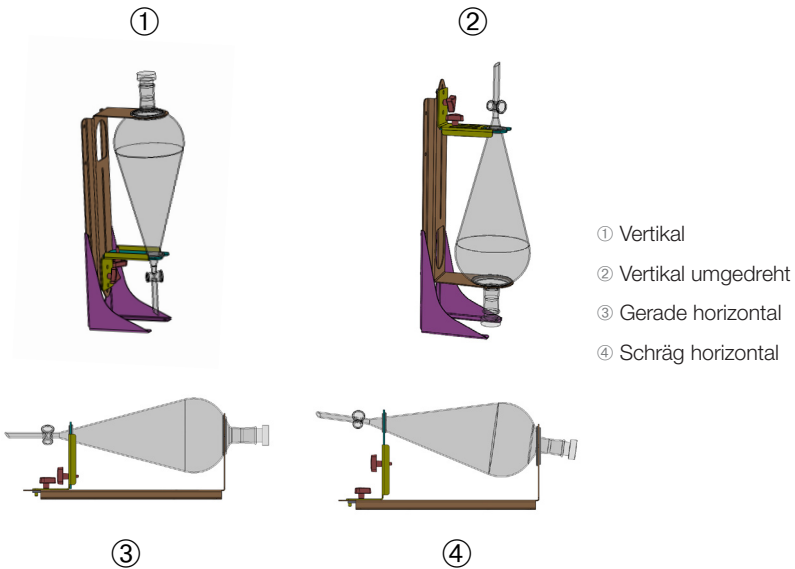

Abbildung 95: Einbaupositionen des Scheidetrichterhalters
1. Befestigen Sie den Scheidetrichterhalter am langen Ende des Vertikalständers, wie in ① und ② der Abbildung 95 dargestellt.